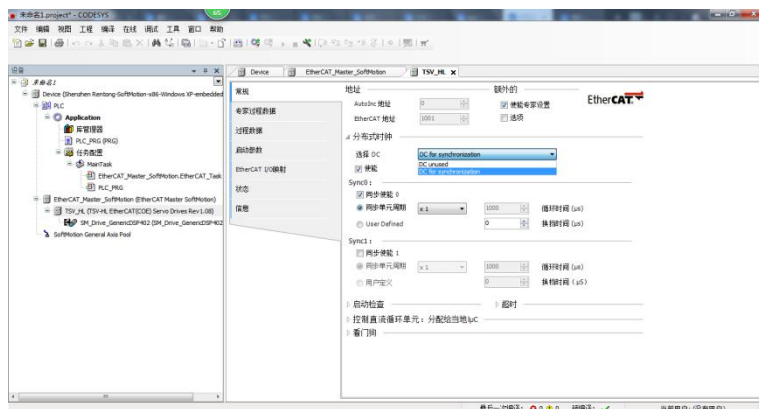

图 15
②设置从站参数。勾选使能专家设置，打开 DC 同步，选择 DC for synchronization（图 15）；